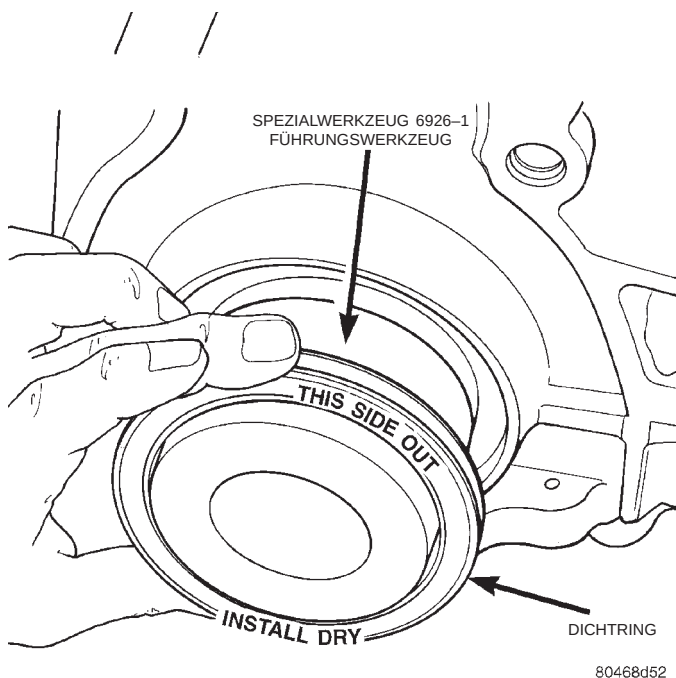

Abb. 71 Hinterer Kurbelwellendichtring und Spezialwerkzeug 6926-1
(1) Spezialwerkzeug 6926-1 auf die Kurbelwelle setzen. Dabei handelt es sich um ein Führungswerkzeug mit magnetischem Sockel (Abb. 71).
(2) Dichtring auf das Führungswerkzeug legen. Dabei muß die Aufschrift **DIESE SEITE NACH AUSSEN** auf dem Dichtring sichtbar sein (Abb. 71).